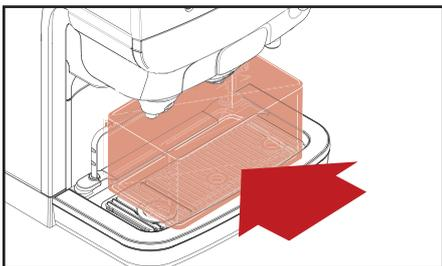

Fig. 5.7 – Colocação de recipiente
- Coloque o contâiner (fig. 5.7) sob as saídas do produto e pressione ← para iniciar a descarga.
8. Coloque o contâiner (fig. 5.7) sob as saídas do produto e pressione  para iniciar a descarga.